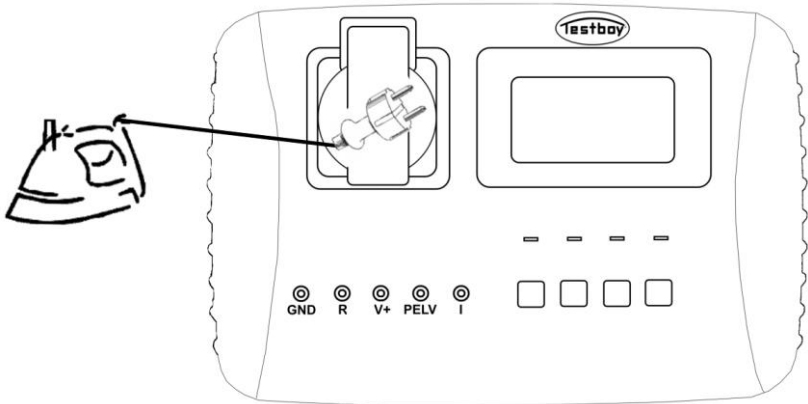

Bild 3
Schließen Sie den Prüfling, wie im Bild 3 gezeigt, an die Prüfsteckdose an.
- | Messung über die Prüfsteckdose (nur Geräte der Schutzklasse I) (Bild 3)